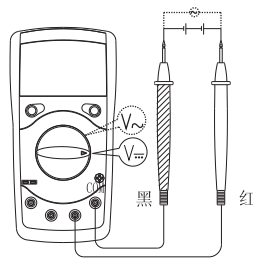

图3
1. 直流电压测量 (见图3)
2. 交流电压测量 (见图3虚线框所示)